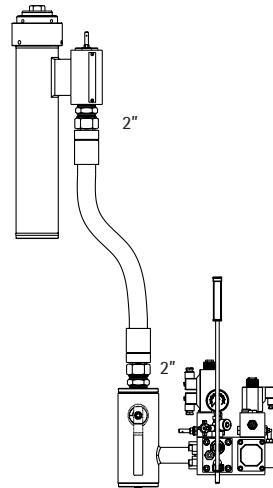

Fig. 10 Collegamento con tubo flex 2"
- con un solo tubo flessibile da 2" e niples 2" angolo 60° (vedi Fig.10);